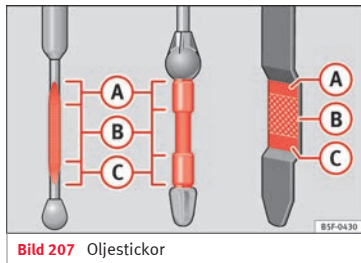

Bild 207 Oljestickor
Oljestickan visar motoroljenivån. » bild 207.
- Oljenivån får aldrig vara över område **A** » **bild 207**. Risk för skador på avgassystemet!